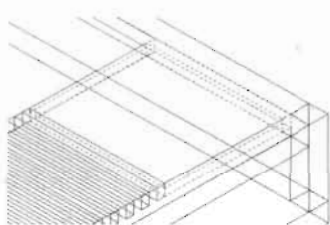

图 12-87
(12) 在最右侧创建一个长方体, 如图 12-87 所示。